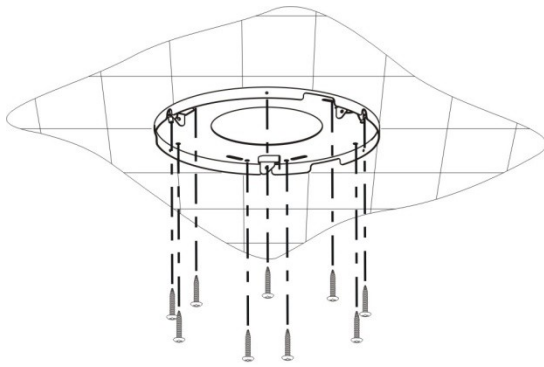

**Рис. 1**
Разместите кухонную вытяжку на расстоянии 65-75 см от плиты для достижения наилучшей работы. См. рис. 1.
3. Рассчитайте длину углового крепления согласно рис. 1 для соединения углового крепления и крепежной скобы с помощью 18 винтов (M4\*10), гайки M4 и шайбы (нахлест угловых креплений должен быть не менее 100 мм). См. рис. 3.